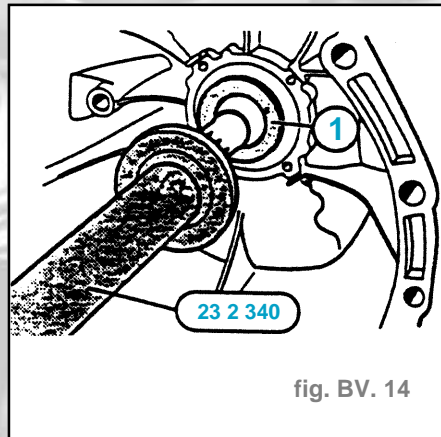

fig. BV. 14
- Emmancher la bague d'étanchéité radiale (1) à ras avec l'outil spécial **23 2 340** (fig. BV. 14).